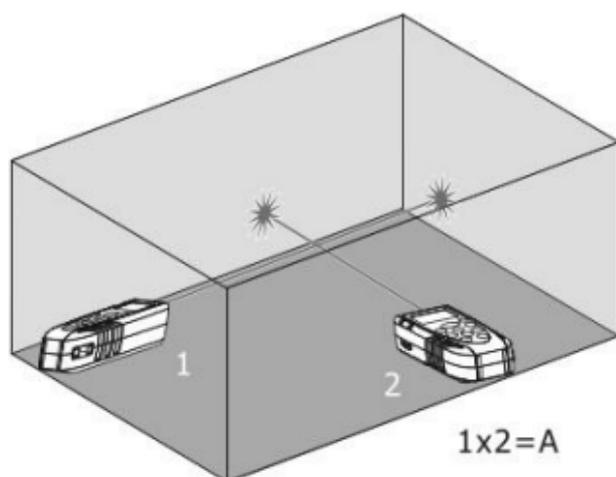

Abb. 5: Beispiel von Oberflächenmessung
3. Drücken Sie die  Taste zur Durchführung der ersten Messung (Länge) der betroffenen Oberfläche (siehe Abb. 5). Der entsprechende Wert erscheint auf dem ersten Teildisplay. Das Symbol "" erscheint auf dem Display mit blinkender Seite "2"
4. Drücken Sie die  Taste erneut zur Durchführung der zweiten Messung (Breite) der betroffenen Oberfläche (siehe Abb. 5). Der entsprechende Wert erscheint im zweiten Teildisplay und der (aktualisierte) Gesamtwert der Oberfläche erscheint im Ergebnisdisplay